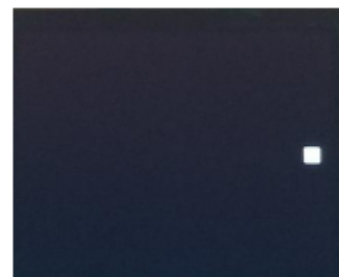

fig 1-1
1. Wanneer er stroom op de handdoekverwarmer staat, verschijnt er een klein vierkantje op het LCD scherm (fig 1-1)